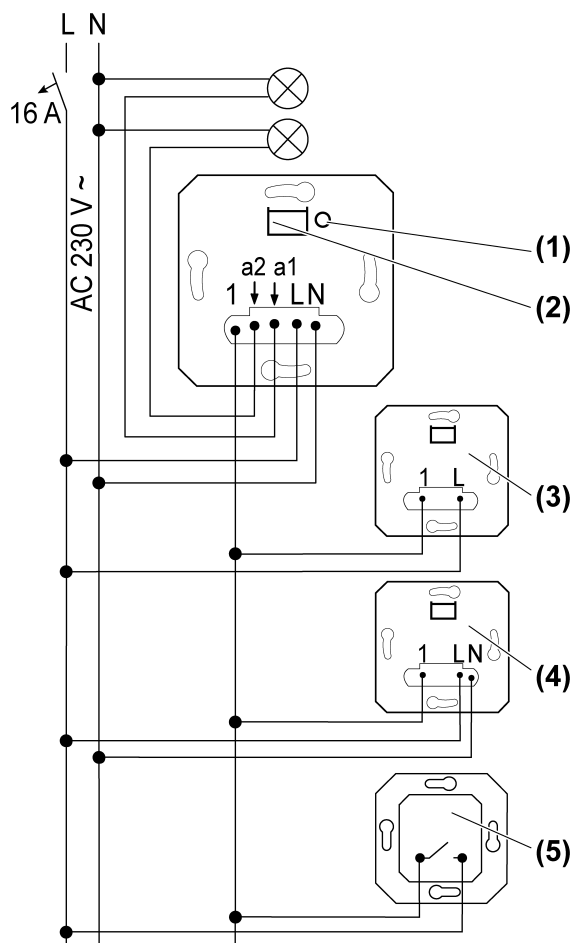
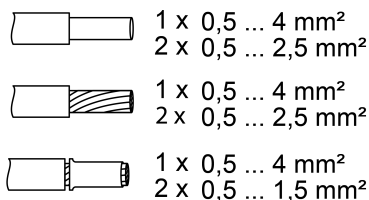

Bild 1: Anschlussplan mit optionalen Nebenstellen
Bild 2: Klemmbarer Leiterquerschnitt
- Schalteinsatz gemäß Anschlussplan anschließen (Bild 1). Dabei klemmbare Leiterquerschnitte beachten (Bild 2).
- i** Durch kurze Betätigung der Taste **TEST** (1) kann die Last an beiden Ausgängen geschaltet werden (Schaltzustände: **a1** ein **a2** aus, **a1** aus **a2** ein, **a1** und **a2** ein, **a1** und **a2** aus).